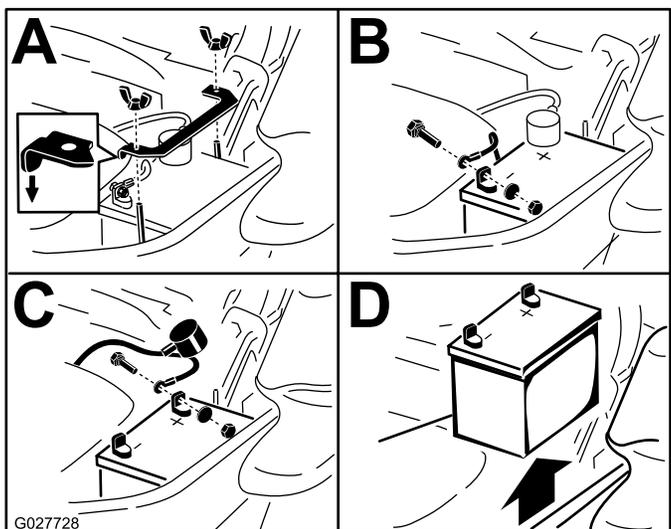

Figure 67
3. Retirez la batterie, comme montré à la Figure 67.
Remarque: Placez la batterie dans son support en tournant les bornes à l'opposé du réservoir hydraulique (Figure 67).